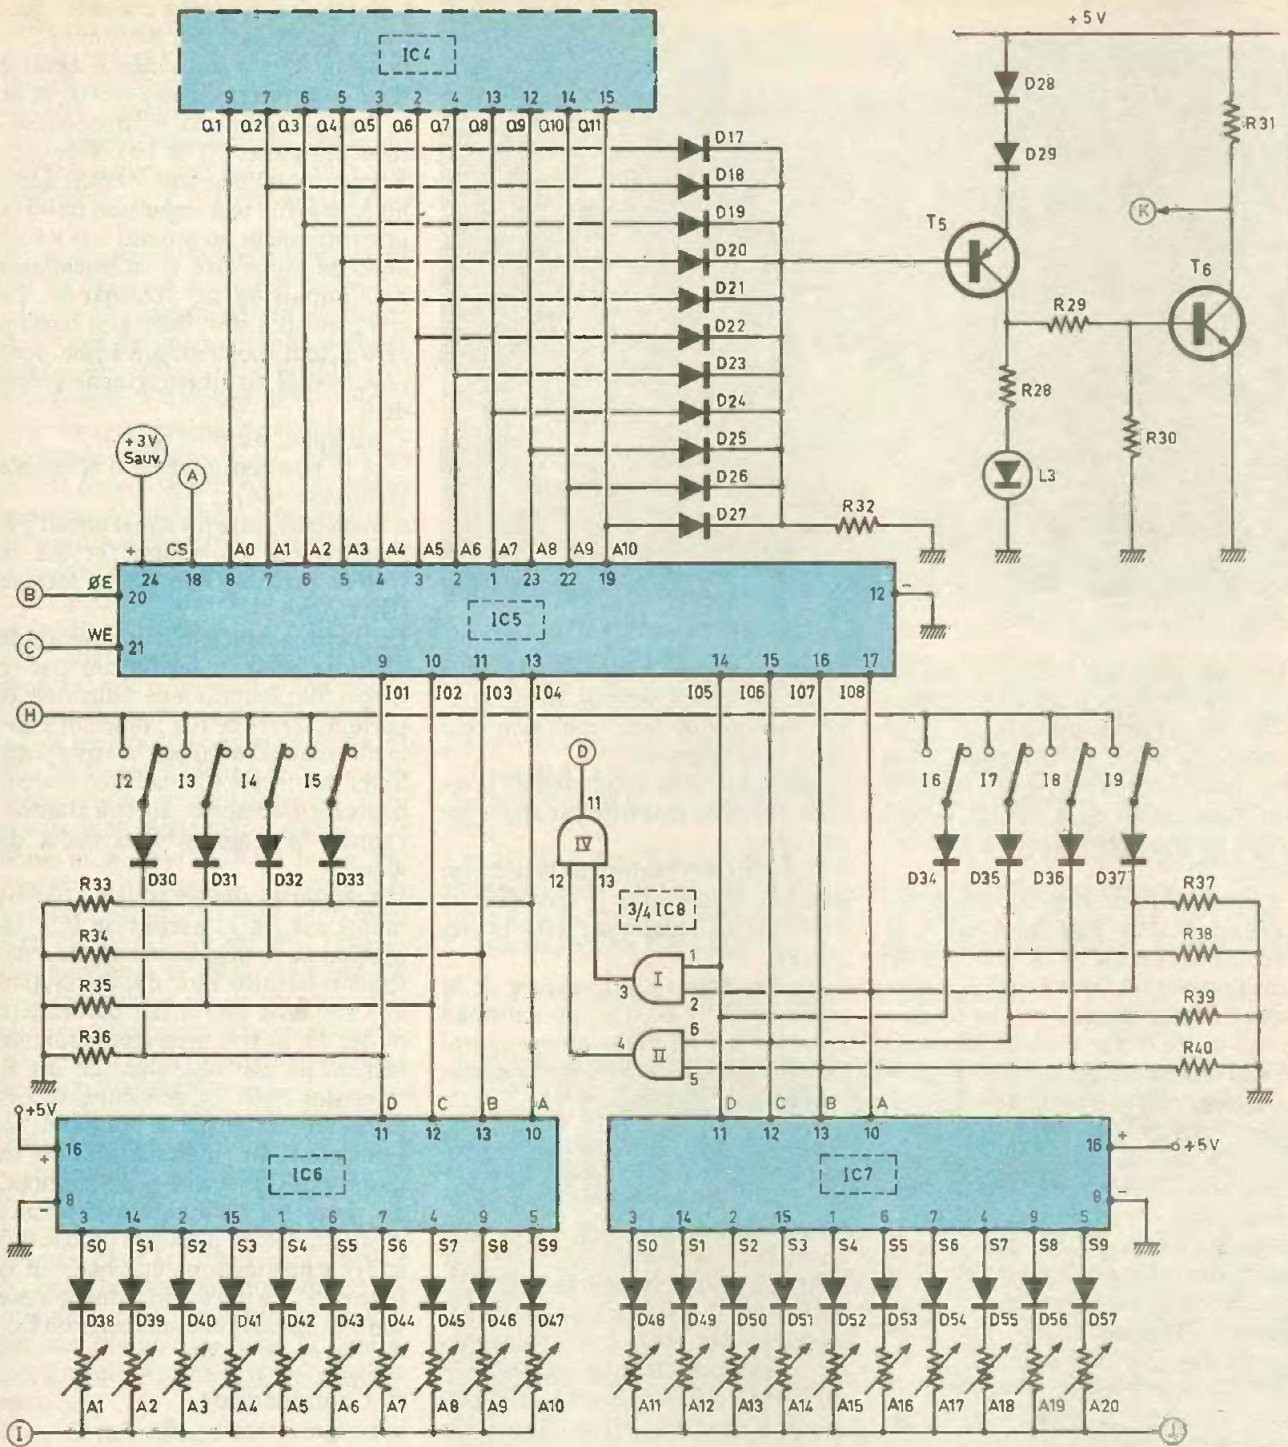

Fig 6 Mémorisation et décodage.
g) Programmation de la mémoire (fig. 6)
h) Lecture de la mémoire (fig. 6)
i) Décodage de sorties (fig. 6)
Notons que les entrées « RAZ » des NE 555 sont réunies en un point commun K lui-même relié au collecteur de T₆ (voir figure 6). Lorsque l'horloge occupe une position autre que zéro, le transistor T₆ est bloqué et le collecteur présente un état haut ; les NE 555 fonctionnent normalement dans ce cas. En revanche, si l'horloge est sur la position zéro, T₆ est saturé et son collecteur présente un état bas ; les sorties des NE 555 sont alors bloquées à un état bas de repos. Il ne peut donc y avoir de son sur la position zéro de l'horloge ; cette disposition évite la présence d'un son continu sur les deux haut-parleurs, lorsque l'orgue est au repos. Il s'agit en fait d'une sécurité supplémentaire